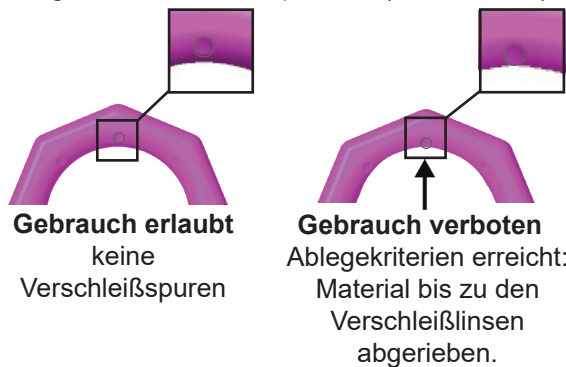

Abb. 4: Verschleißmarkierungen
- Kontrollieren Sie sorgfältig die Verschleißmarkierungen des Anschweißpunktes (siehe Abb. 4):